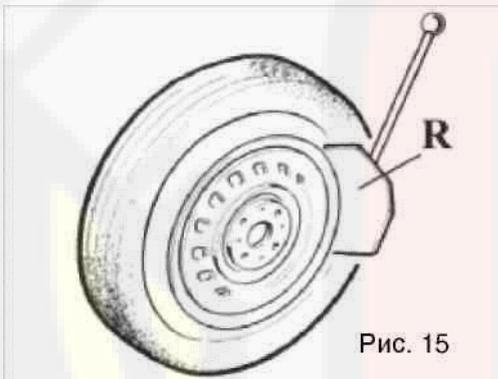

Рис. 15
- Расположите колесо вплотную к резиновым упорам с правой стороны корпуса шиномонтажного станка (S).
- Расположите лопатку отжимного устройства (R) напротив борта шины на расстоянии порядка 1 см от обода (рис.15). Обратите внимание, что лопатка должна взаимодействовать с шиной, а не с ободом.
- Включите отжимное устройство нажатием педали (U) и отпустите педаль в момент достижения лопаткой конечной точки ее траектории и, в любом случае, по окончании разбортовки.